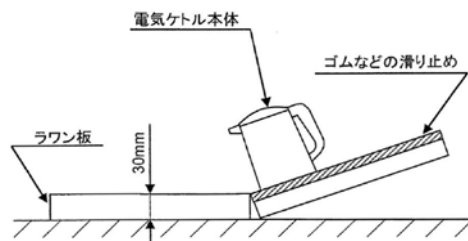

図 2 転倒流水試験の方法\*2
JIS の「転倒流水試験」を準用して行い(図 2 参照)、転倒方向は注ぎ口に対して前後左右の 4 方向とした。
- \*1: 転倒流水試験の概要 電気ケトルに定格容量の水を入れ、図2に示す水平に保った台の上に本体を載せ静かに傾け、ラワン板上に転倒させ10秒間の流出水量を測定する。基準流出水量は50ml以下。